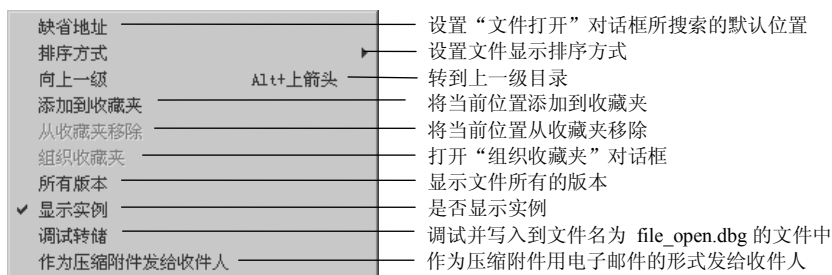

图 5.3.4 “工具”菜单
- 单击  按钮，出现图 5.3.4 所示的选项菜单，可选取相应命令。